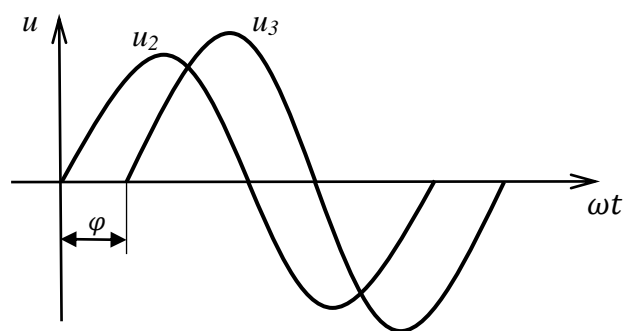

Рисунок 1.3 – Осциллограмма напряжений
7. Вызовите из меню окно «Осциллограф», добейтесь получения на экране двух синусоид, сдвинутых по фазе друг относительно друга (рисунок 1.3).